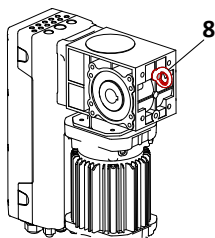

Рисунок 4
1. Установите рым-болт (8) в установленное место (Рис. 4). Для монтажа и подъема привода на высоту, трос необходимо крепить за рым-болт.